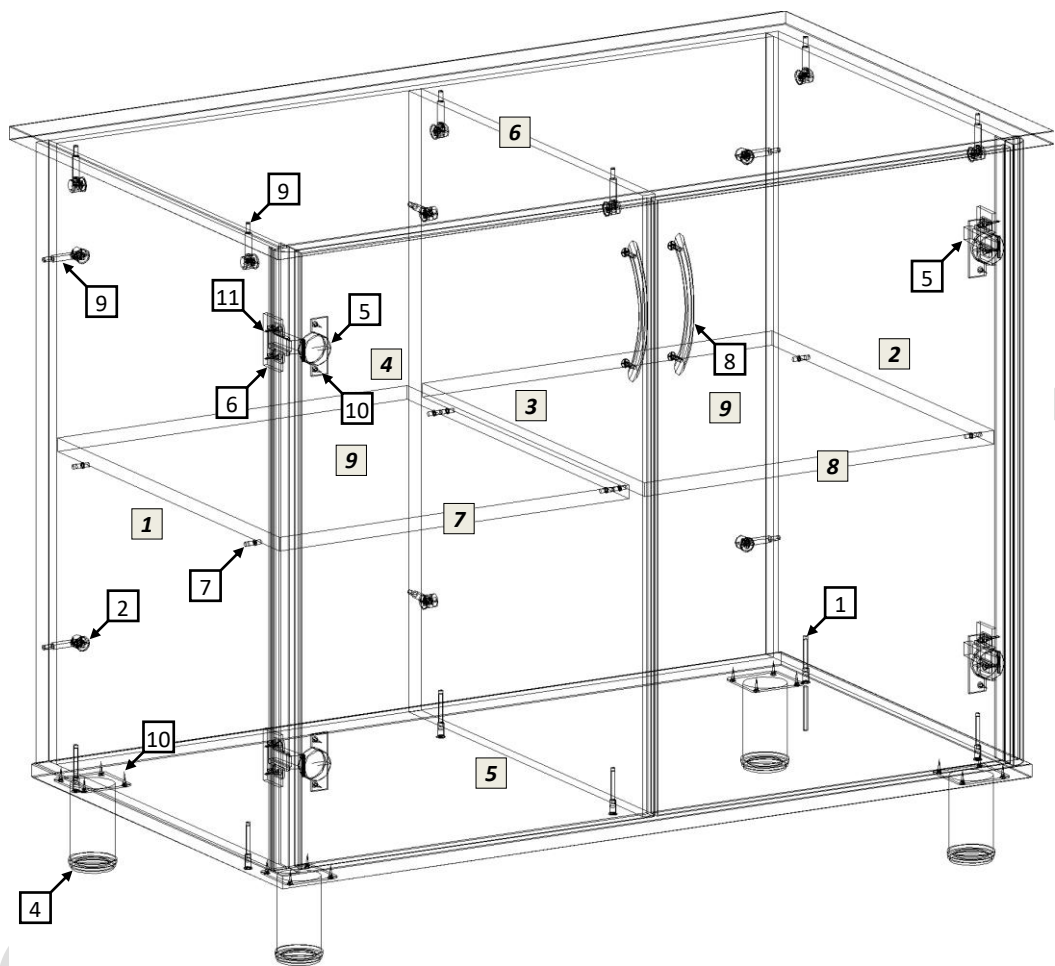

рис.1
- 4.1 Распаковав стол, внимательно ознакомьтесь со схемой сборки, изображённой на рис.1. Согласно комплекточной ведомости и позициям на схеме определите расположение деталей в изделии и порядок их сборки. Сборка производится на ровном полу, укрытом материалом, предотвращающим повреждение покрытия пола и деталей мебели. Подготовьте необходимые для сборки инструменты – плоскую и крестовую отвёртки, молоток, рулетку или линейку, шуруповёрт.